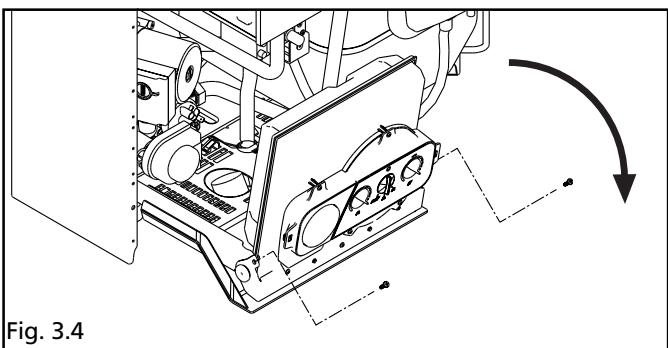

Fig. 3.4
- destornillar los tornillos de fijación del panel de mandos y girarlo (fig. 3.4)